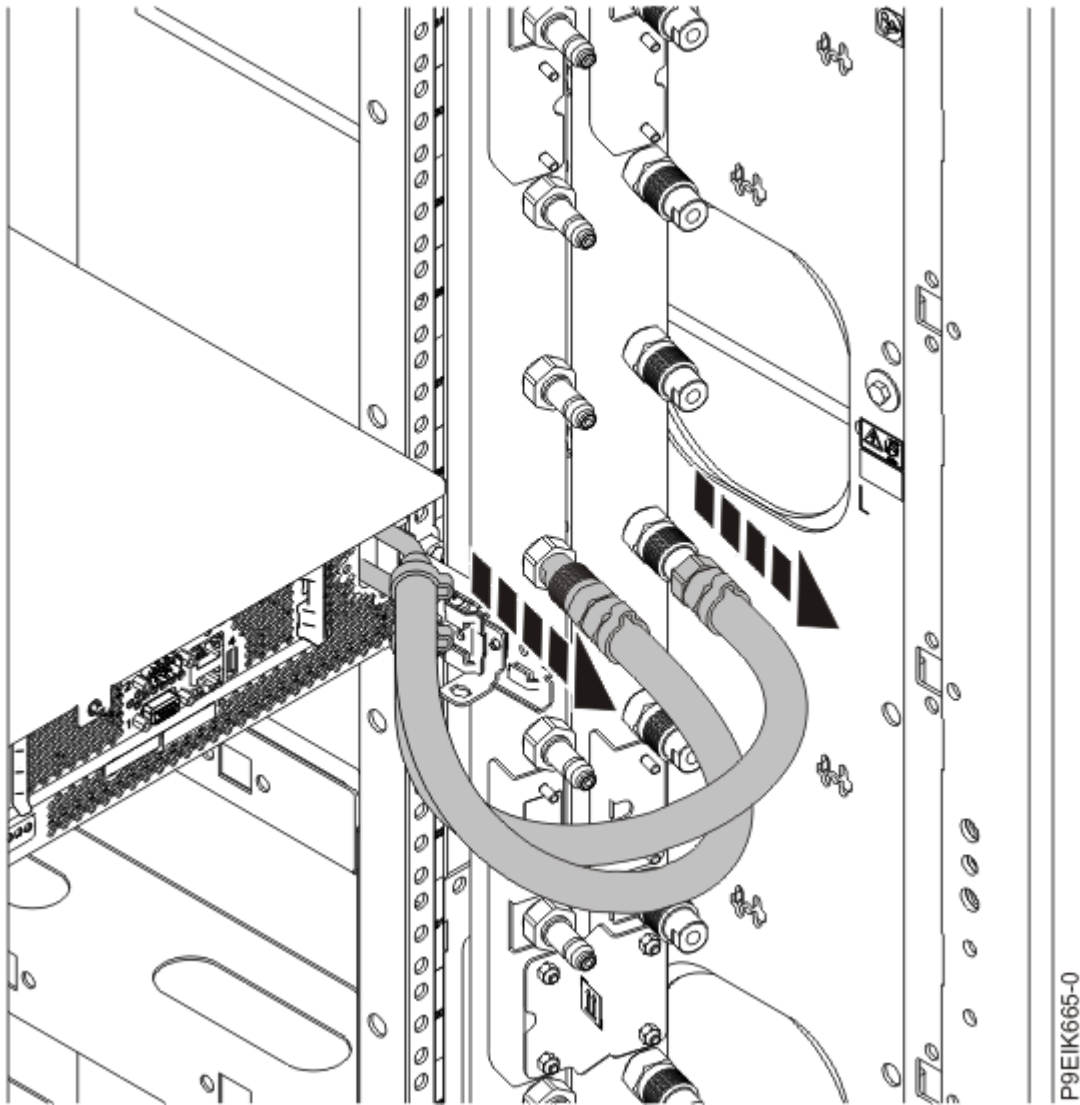

Figura 179. Desconexión de las mangueras de agua
8. Etiquete y desconecte las mangueras de agua en el colector para cada servidor en el bastidor. Tire del enganche hacia usted para desconectar las mangueras de agua, tal como se muestra en la Figura 179 en la página 200.